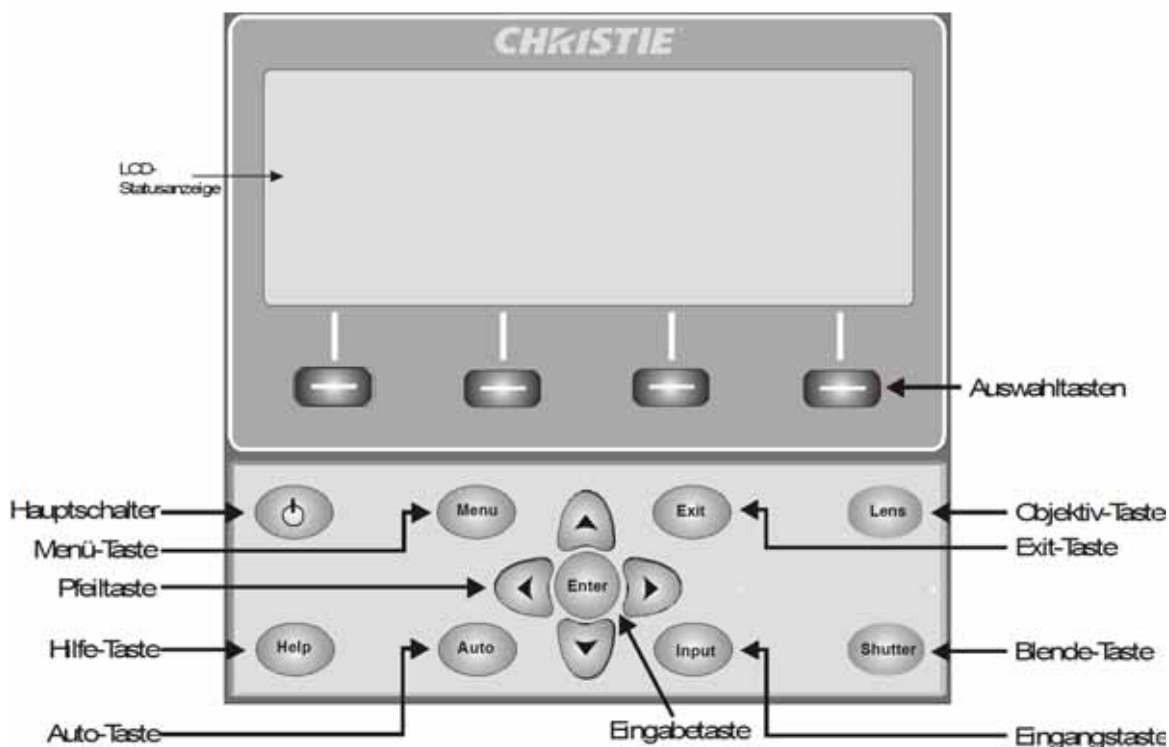

ABBILDUNG 3-2 INTEGRIERTES TASTENFELD
- **Integriertes Tastenfeld:** an der Seite des Projektors (siehe Abbildung 3-2 Integriertes Tastenfeld).